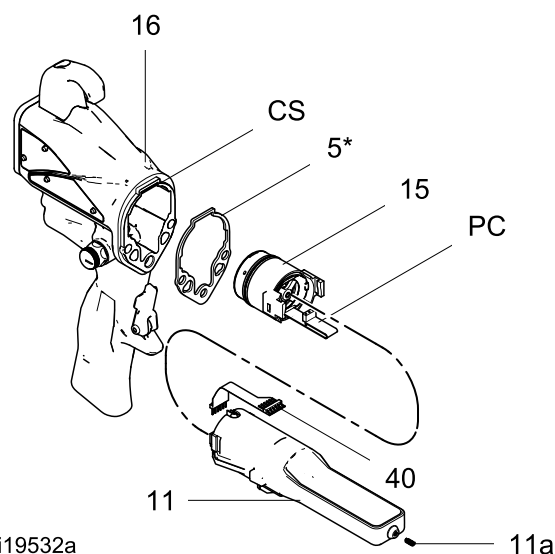
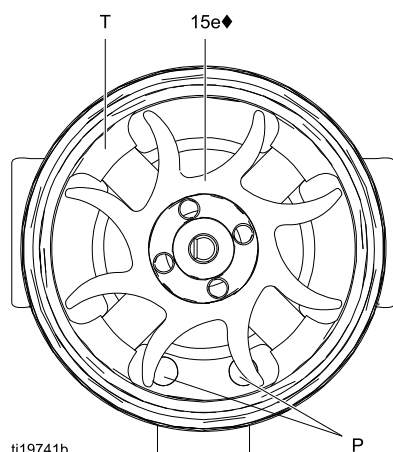

Figure 34 Strømforsyning
Figure 35 Ventilatorens retning
12. Fastspænd spolen (15a) i en høvlebænk, så ventilatorenden vender opad. Tryk ventilatoren (15e♦) ned på akslens (S) lange ende. Ventilatorbladene skal vende som vist.
13. Tryk forsigtigt spolen (15a) ind i husets (15d♦) forende. Konnektoren med 3 ledere (PC) skal placeres under det bredeste hak (W) i husets tapper som vist i fig. 35. Sørg for, at spolens pastifter (P) er placeret som vist i fig. 34.
14. Drej ventilatoren (15e), så dens blade ikke rammer de fire lejetapper (T) bag på huset. Sørg for, at bundlejets (15b1♦) blade er oprettet i forhold til fligene.